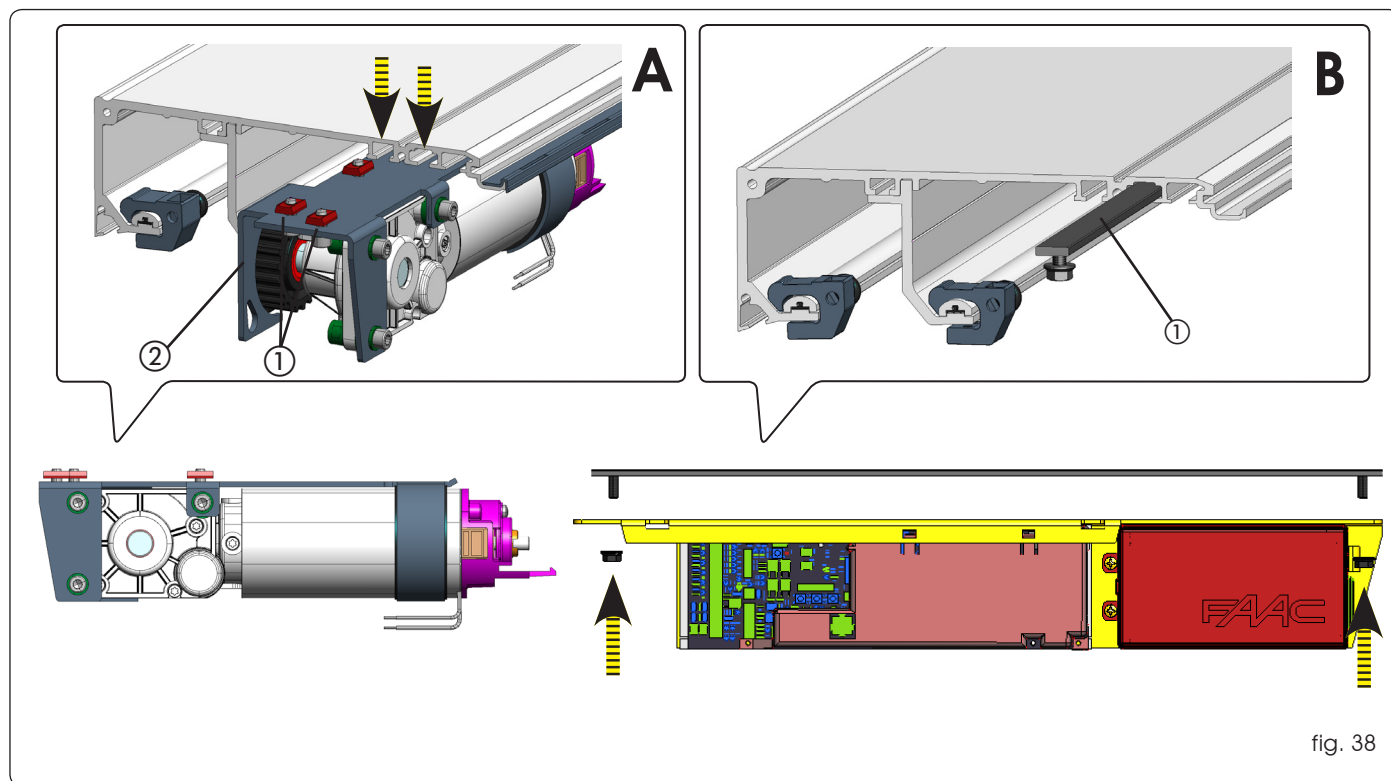

fig. 38
Plaats de 3 plaatsjes in de zijkant van het profiel en zet de motor met de 3 schroeven aan het steunprofiel vast, (fig.38 A ①) .
Zet de elektronicamodule erin en zet hem vast met de twee bouten van de staaf met trekschroeven (fig.38 B ① ②))
Op de motorbeugel zit een sjabloon dat dient om te voorkomen dat de riem omhoog komt (fig.38 A ②))